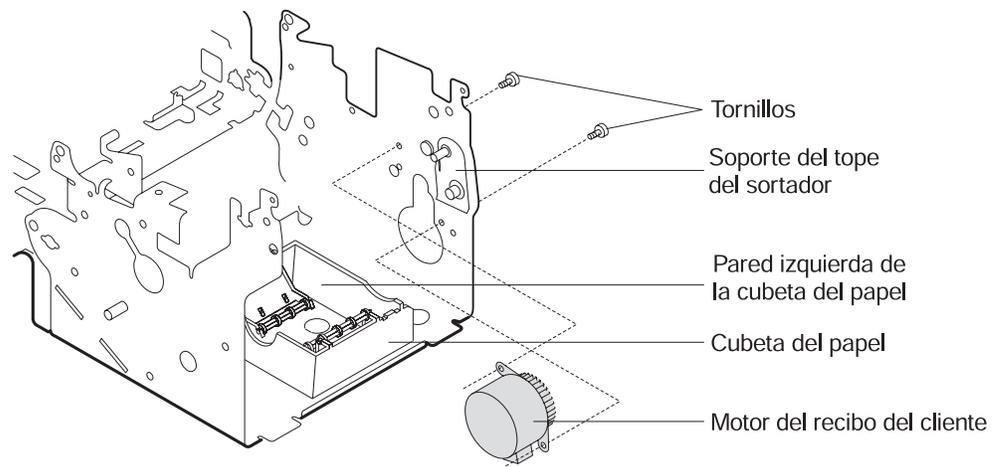

Figura 4-52. Extracción del motor de recibo del cliente
7. Extraiga el **muelle de tope** del cabezal cortador (consulte la Figura 4-52 en la página 4-65).